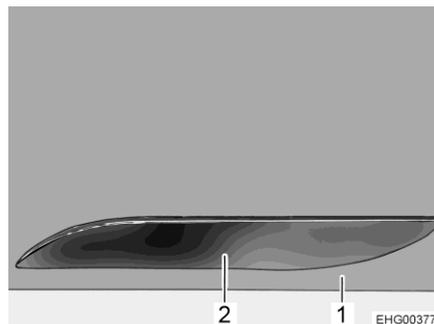

Fig. 61 Déverrouillage par pression, fermé
- Presser la porte de placard (Fig. 61,1) avec la poignée (Fig. 61,2) contre le corps de l'armoire. La porte de placard est déverrouillée.
- Fermer la porte de placard avec la poignée jusqu'à ce que le verrouillage s'enclenche perceptiblement (Fig. 61).